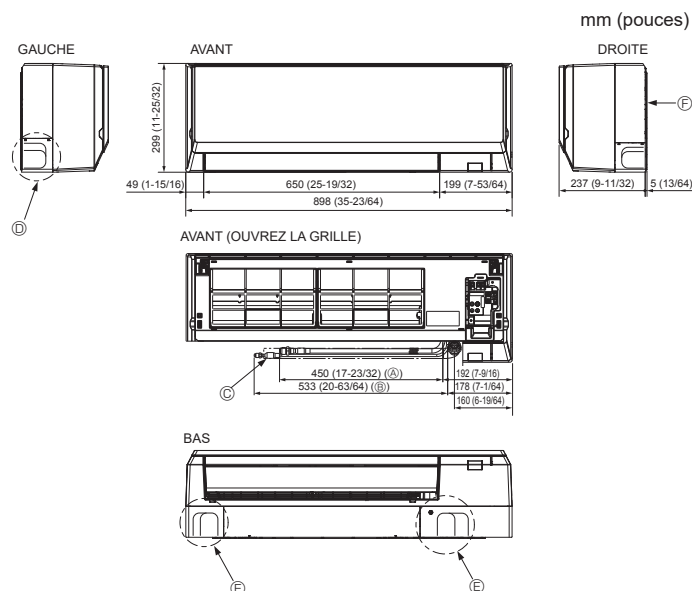

Fig. 4-3
4.3. Mise en place des tuyaux de réfrigérant et d'écoulement (Fig. 4-3)
- ④ Conduit de gaz * Indique la condition les accessoires montés.
- ④ Conduit de liquide
- ④ Tuyau d'écoulement (longueur utile : 500 mm, 19-11/16 pouces)
- ④ Orifice de la rondelle du tuyau gauche
- ④ Orifice de la rondelle du tuyau droit
- ④ Orifice de la rondelle du tuyau inférieur
- ④ Plaque d'installation ①